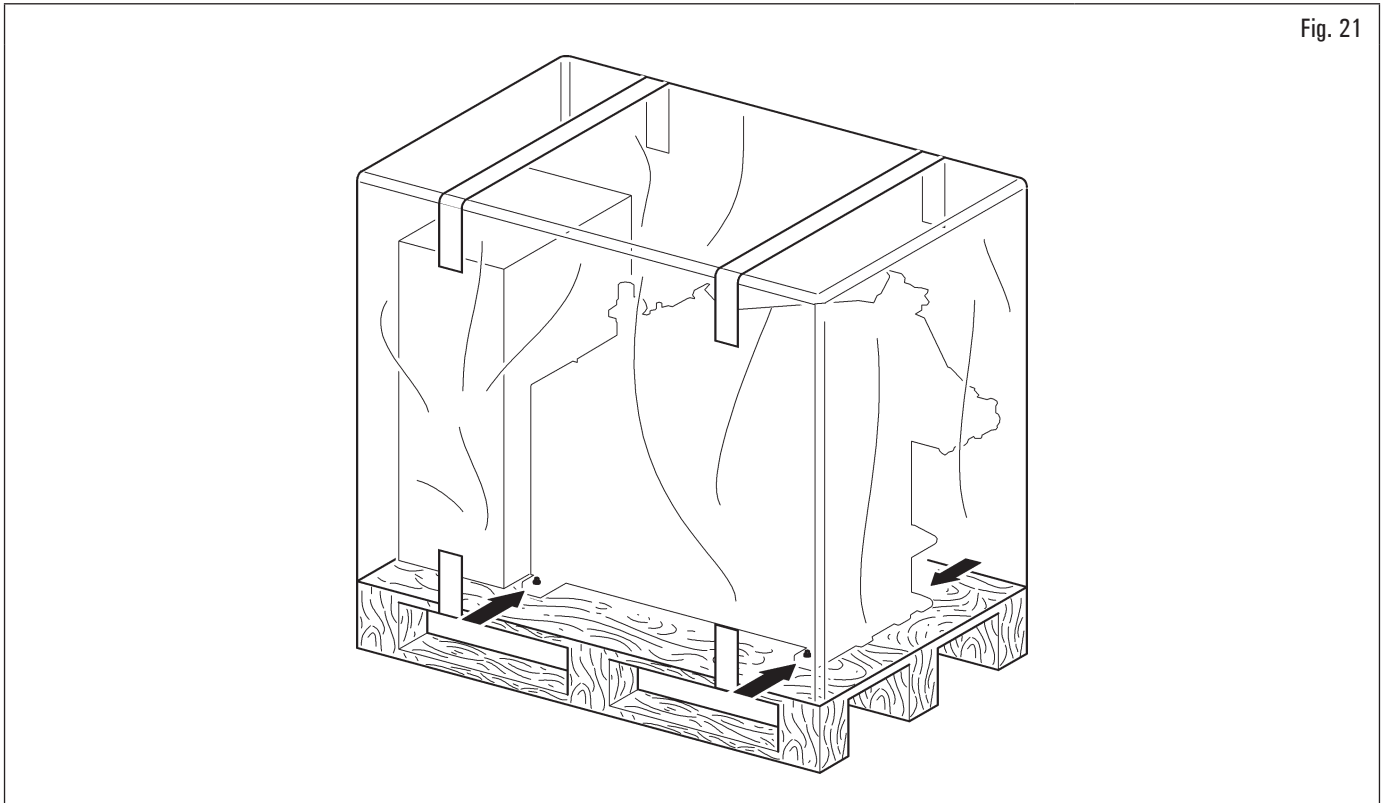

Fig. 21
- El equipo generalmente se envía parcialmente ensamblado como se muestra en Fig. 21.
- levantar con cuidado, utilizando medios adecuados para soportar la carga, en perfecto estado de funcionamiento, utilizando las señales adecuadas colocadas en el embalaje Fig. 21.